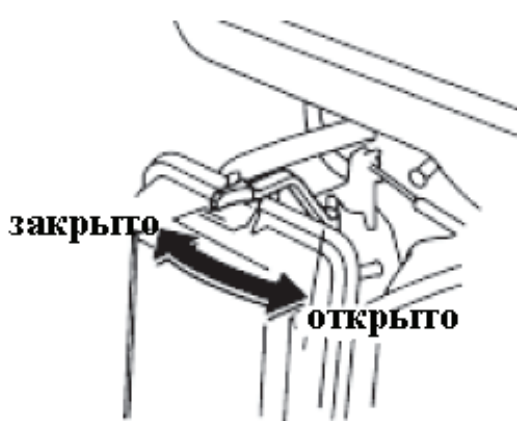

Рис.6. Положение рычага воздушной заслонки
7.4.3. Закрыть воздушную заслонку карбюратора, переведя рычаг воздушной заслонки в крайнее левое положение «закрыто», см. рис.6.